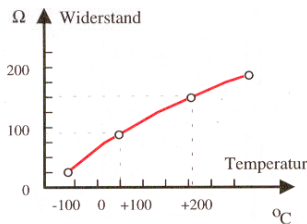

Abb. 2.19 Widerstands-Temperatur-Kennlinie eines Platin-Widerstandes
**Temperaturmessung:** Bei der elektronischen Entfernungsmessung gehört die genaue Erfassung der Temperatur längs des Wellenweges zu den wichtigsten Problemen. Um dieses einer Automatisierung zuzuführen, bzw. die Ablesung zu vereinfachen, werden zunehmend Widerstandsthermometer verwendet. Sie bestehen im wesentlichen aus einem elektrischen Widerstand, der eine bekannte Temperaturabhängigkeit zeigt. So ist z.B. in der Abbildung 2.19 die Widerstands-Temperatur-Kennlinie eines Platin-Widerstandes gezeigt. Diese Kennlinie kann in dem Temperaturbereich von  $-20^{\circ}\text{C}$  bis  $+50^{\circ}\text{C}$  durch folgende Interpolationsformel angenähert werden: